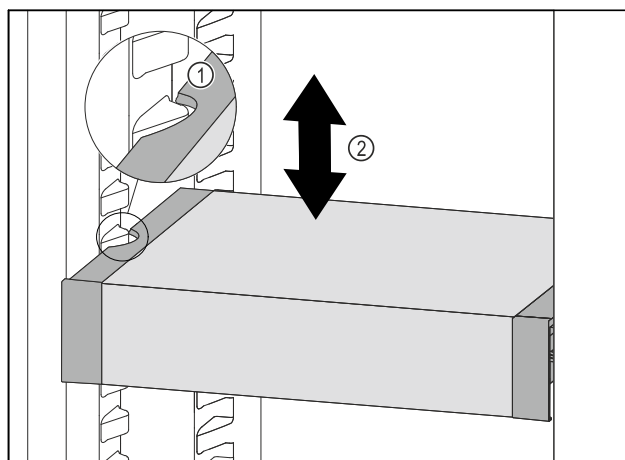

Fig. 102
- Predal VarioSafe povlecite v smeri naprej, dokler nista stranska izreza predala VarioSafe na višini nastavka za posodo v hladilniku. Fig. 102 (1)
- Predal VarioSafe premikajte v hladilniku gor ali dol, dokler ne dosežete želene višine. Fig. 102 (2)